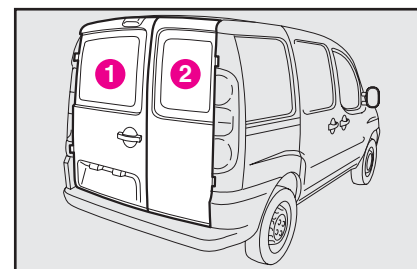

рис. 114
Чтобы открыть первый (1) створ двери снаружи (рис. 114)
Чтобы закрыть первый (1) створ двери снаружи (рис. 114)
Чтобы закрыть левый створ (1) двери (рис. 114), необходимо сначала закрыть правый створ (2) двери. Запрещается закрывать оба створа одновременно.
Чтобы открыть первый (1) створ двери изнутри (рис. 114)
Чтобы открыть второй (2) створ двери (рис. 114)